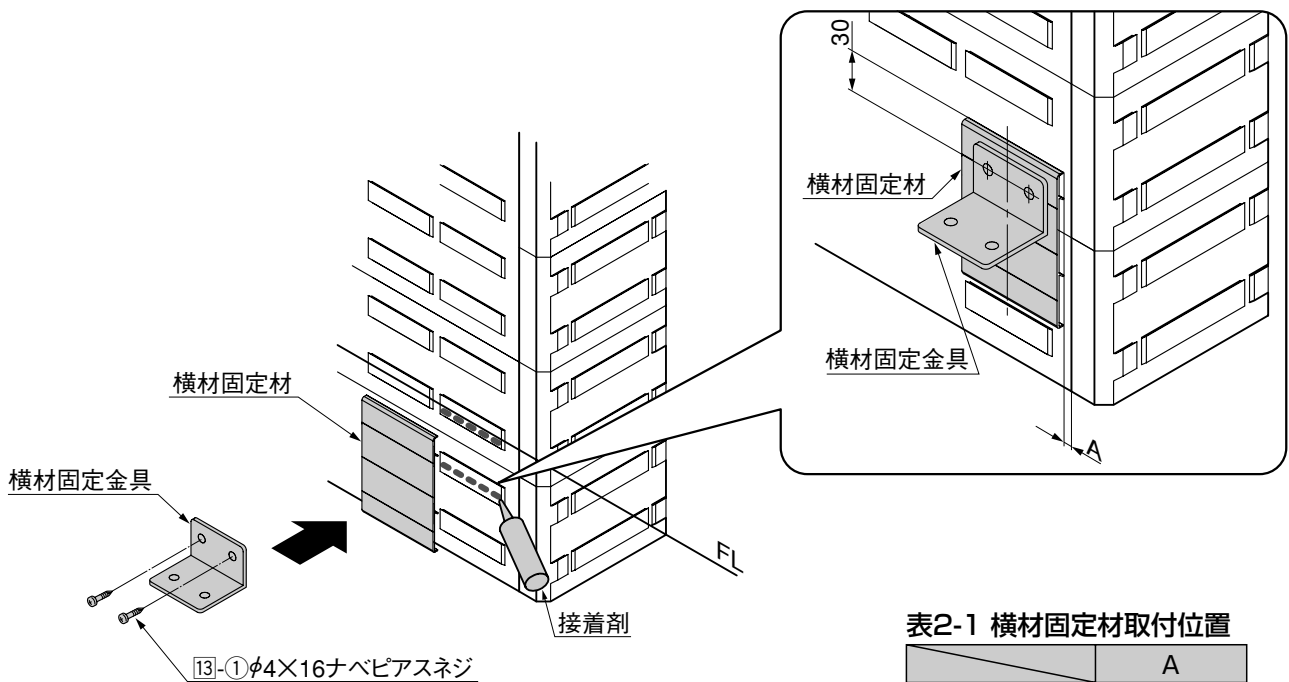

図2-2
- ❷ 表2-1を参照して横材固定材を接着剤で取付けてください。(図2-2参照)
❸ 図2-2を参照して、養生後横材固定金具を[13]-①で取付けてください。